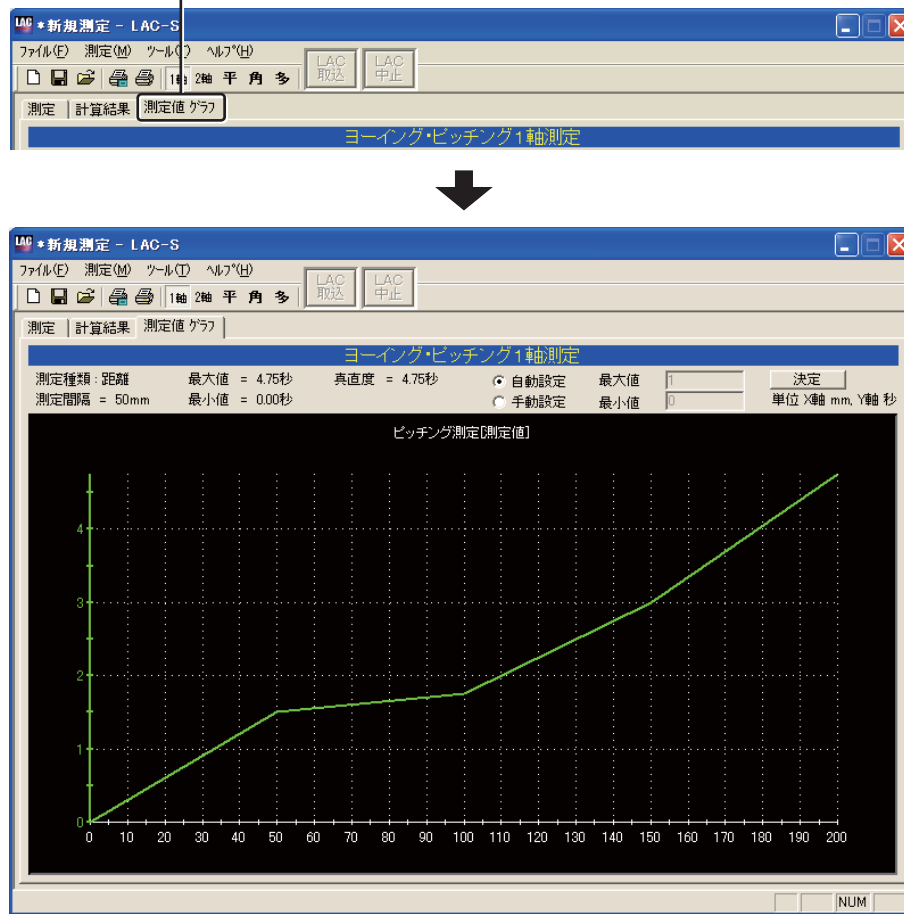

図5-4-12
5.4.2で行った計算結果を「測定値グラフ」で表示します。ヨーイング・ピッチング1軸測定画面の「測定値グラフ」タブをクリックすると「測定値グラフ」が表示されます(図5-4-12)。